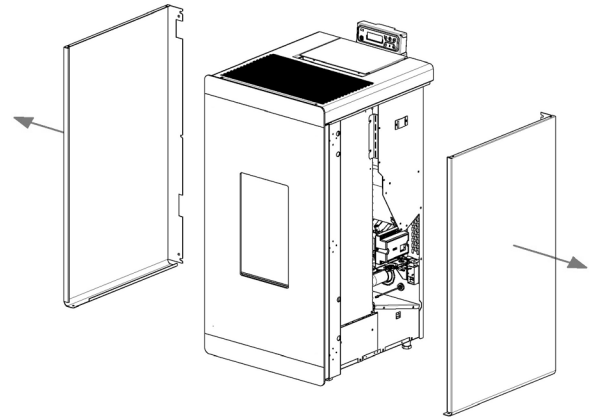

Fig. 70 - Entfernen der Seiten
- Die 4 hinteren Schrauben heraus-schrauben (siehe **Fig. 70**).
- Die 6 hinteren Schrauben herausschrauben (siehe **Fig. 70**).